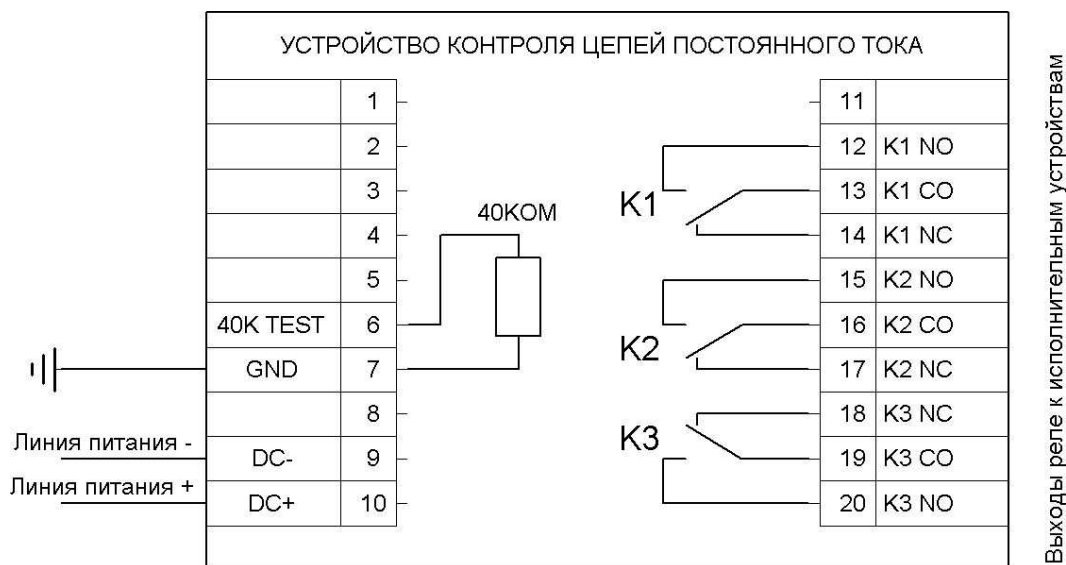

Рис.2. Схема внешних подключений устройства.
4.9. Схема внешних подключений приведена на рис.2.